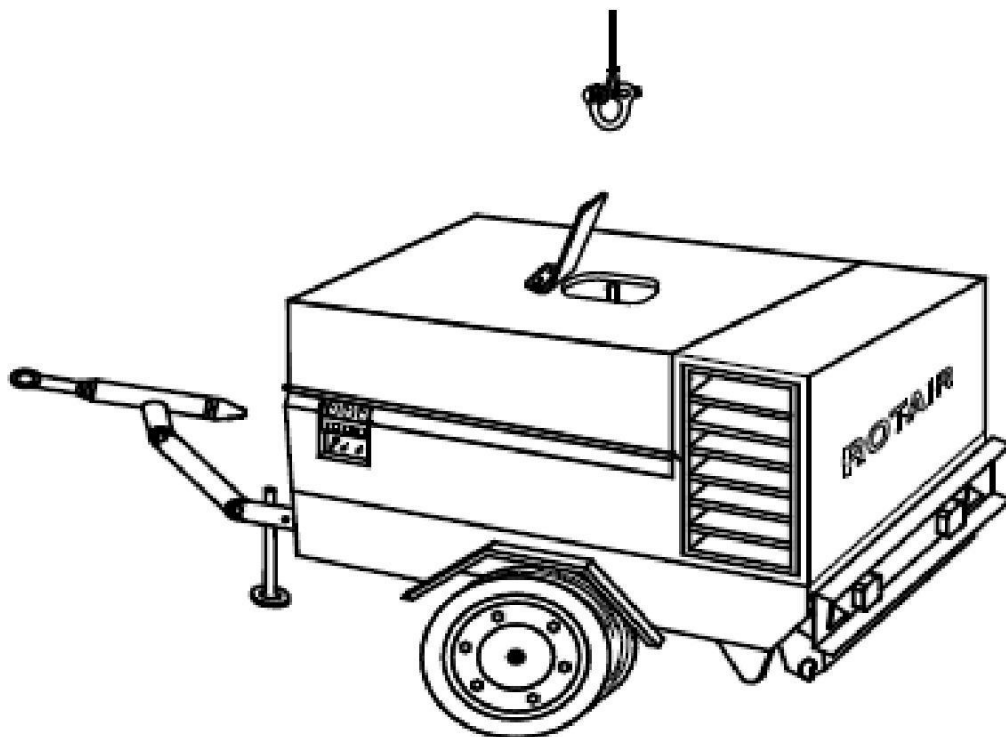

FIG.4
## -- 6.1) INSTRUȚIUNI DE RIDICARE (Fig. 4) --
- b) Agățați furca și cablul (fig. 4) la cârligul mijloacelor de ridicare. c) Ridicați unitatea ușor și lin.